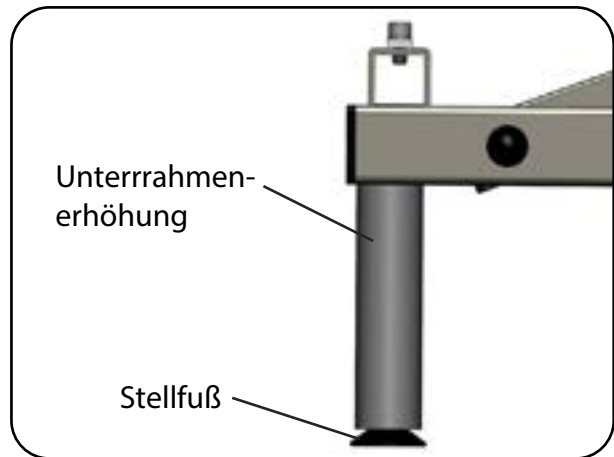

Abb. 6.8.04 - aks-B4c mit montierter Erhöhung
7. Drehen Sie die vier Unterrahmenerhöhungen inkl. Stellfüße in den Unterrahmen (Abb. 6.8.04).